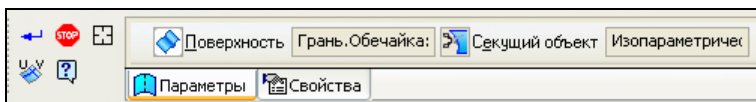

Рис. 8.6. Панель свойств команды **Разбиение поверхности** на вкладке **Параметры**
- ♦ вызовите команду **Разбиение поверхности** . На Панели свойств команды **Разбиение поверхности** на вкладке **Параметры** (рис. 8.6) автоматически активируется переключатель **Поверхность** ;